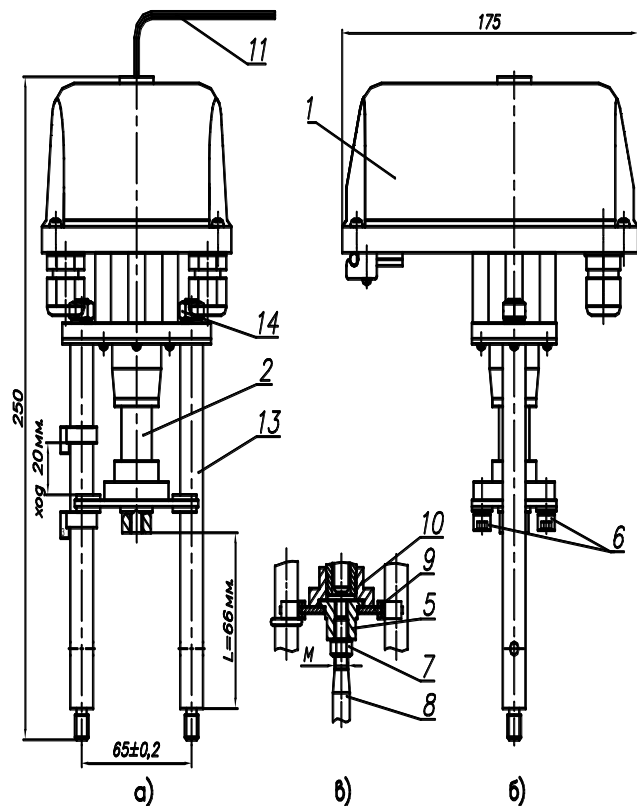

Рисунок 1 – МИЭП-1-1600
- электропривод (см. рис.1 – поз.1);
- винтовая передача (см. рис.1 – поз.2).